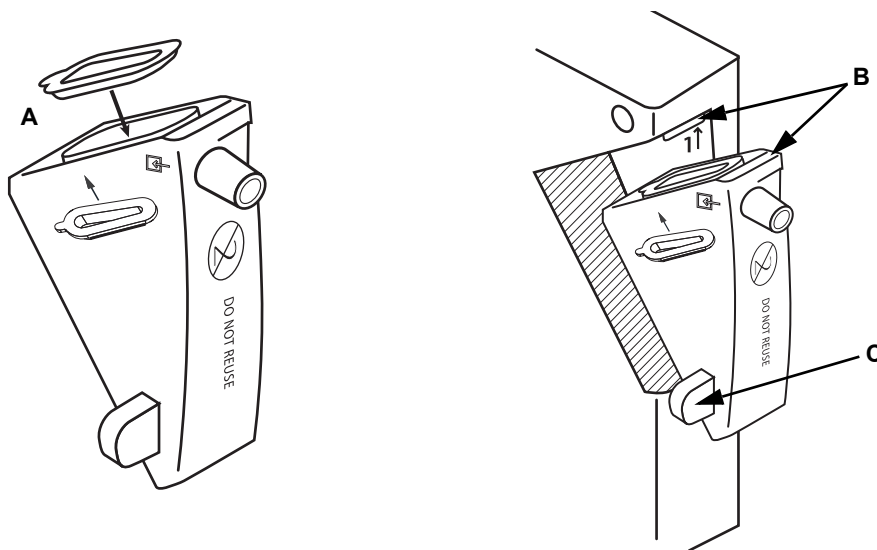

Figura 2. Sostituzione del separatore di umidità e del filtro
1. Collocare il filtro nel separatore di umidità in modo che la guarnizione in silicone sia rivolta verso l'alto e il materiale idrofobo entri nell'apertura del separatore di umidità (figura 2-A).
2. Con l'ausilio dei contrassegni con funzione di guida presenti sul retro del monitor, allineare la scanalatura nella parte superiore del separatore di umidità con la tacca nella parte superiore dell'alloggiamento del separatore sul monitor (figura 2-B).
3. Il separatore viene inclinato prima verso l'alto, poi verso il basso. Spingere il separatore di umidità in sede premendo la linguetta (figura 2-C). Quando si avverte uno scatto tattile, il separatore di umidità dovrebbe essere allineato alla parte laterale e posteriore del monitor.